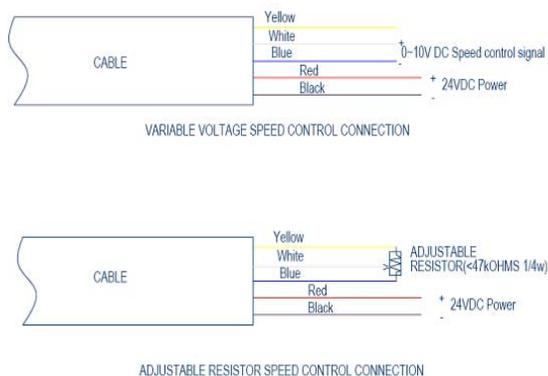

Abbildung 4 Einstellbare Verbindung für die Drehzahlregelung
- Verbinden Sie die weiße Ader mit dem Pluspol und die blaue mit dem Minuspol (Abbildung 4).